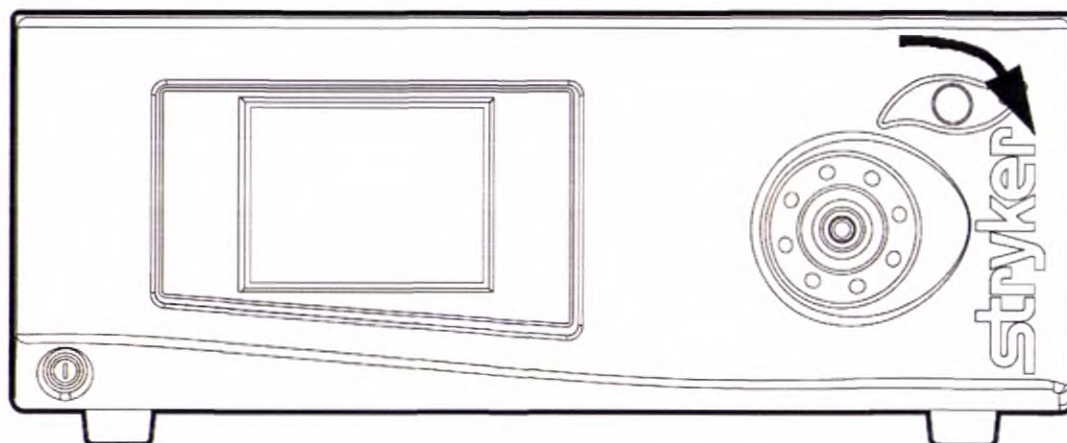

Рисунок 3 Открывание зажима кабеля
1. Откройте зажим кабеля, повернув зажимную рукоятку по часовой стрелке до упора (см. Рис. 3).